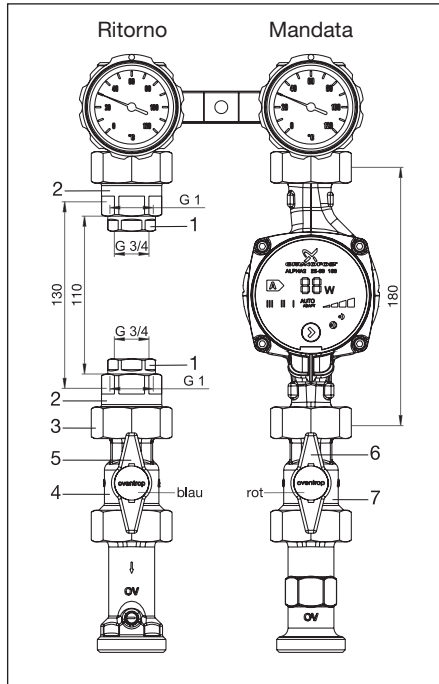

Fig. 5.1 Set installazione contacalorie per "Regumat S-180" DN25 con valvola a sfera prima della pompa (2015)
- Avvitare gli attacchi G $\frac{3}{4}$ fil.F (1) delle riduzioni G $\frac{3}{4}$ x G 1 al contacalorie, con le guarnizioni annesse.
- Avvitare gli attacchi G 1 fil.F (2) delle riduzioni G 1 x G 1, con le guarnizioni annesse, alle riduzioni precedentemente fissate (1).
- Rimuovere la valvola a sfera esistente (4) dalla tubazione di mandata e installarla sulla tubazione di ritorno.
- Avvitare il contacalorie sulla tubazione di ritorno, con le guarnizioni e calotte in dotazione (3).
- Installare la valvola a sfera con pozzetto per sonda di temperatura (7) sulla tubazione di mandata (Attenzione: A seconda del modello del sensore di temperatura, la posizione della valvola a sfera può essere scelta diversamente (vd Fig. 5.1 e 5.2). Sostituire i volantini (5, 6) con i tappi blu e rosso.
L'installazione di un contacalorie con interasse di 130 mm è identica a quella del contacalorie con interasse di 110 mm, solo non sono necessarie le riduzioni G $\frac{3}{4}$ x G 1 (1) e rispettive guarnizioni (vd Fig. 5.1 e 5.2).